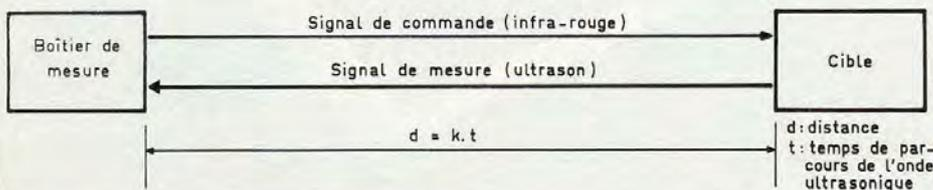

Fig. 1 Quelques rappels sur les ultrasons et principe de la télémétrie.
**b) Principe de la mesure (fig. 1 et 2)**